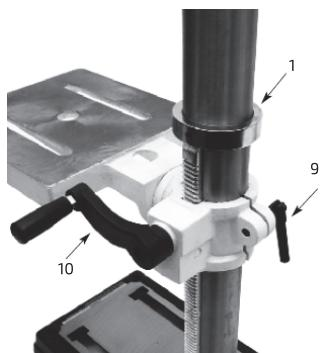

Рис. 4. Установка стопорного кольца, изогнутой и зажимной рукоятки
Надеть на стойку стопорное кольцо (1) скошенной кромкой вниз. Расположить кольцо поверх рейки так, чтобы она вошла в его скошенный паз. Зафиксировать стопорное кольцо с помощью установочного винта (2). Повернуть стол в сбое вокруг стойки. При необходимости отрегулировать кольцо во избежание заклинивания рейки. Прикрепить изогнутую рукоятку (10) к червячному валу (7). Зафиксировать рукоятку установочным винтом (2), после чего затянуть его заподлицо с торцом червячного вала. Вставить рукоятку для блокировки (9) в кронштейн стола (6) и затянуть ее, чтобы зафиксировать кронштейн (рис. 4).